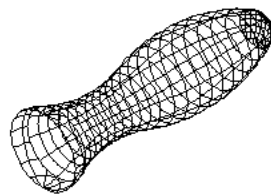

图 10-49 柄体
⑩03 旋转操作。单击“建模”工具栏中的“旋转”按钮，以水平线为旋转轴，旋转创建的面域。单击“视图”工具栏中的“西南等轴测”按钮，切换到西南等轴测图，结果如图10-49所示。